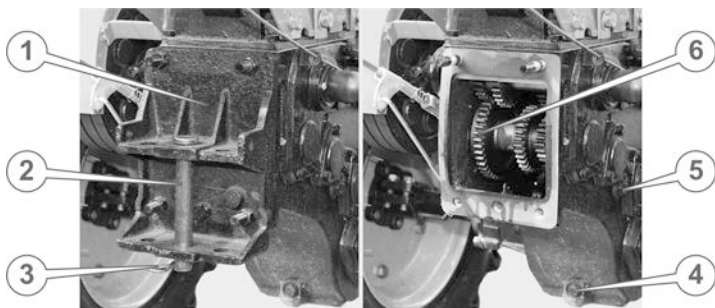

Рис. 4.10.
2. Почистите корпус редуктора мотоблока возле прицепной цапфы (1) (см. рис. 4.10.) и пластиковой пробки заливного отверстия (2) (см. рис. 4.11.), которая расположена под кронштейном (1) крепления руля.
3. Выкрутите болт контрольного отверстия (5) (см. рис. 4.10.). Если из отверстия начнет течь масло, то нужно подождать пока стечет лишнее масло и после этого закрутить болт обратно. Если масло не течет, это означает, что масло там отсутствует, или его уровень слишком низок. В таком случае открутите болт контрольного отверстия, откройте пластиковую крышку заливного отверстия (2) (см. Рис. 4.11.) редуктора и с помощью угловой воронки или гибкого шланга заливаете в редуктор масло до тех пор, пока оно не потечет из контрольного отверстия.